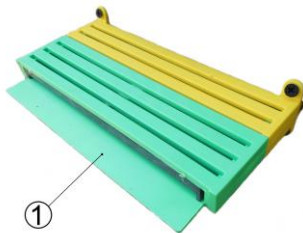

Рис. 1
1.1. Комбінована багатофункціональна ресурсозберігаюча льоткова приставка (ЛПРС-1) рис.1,2 призначена для поліпшення якісних і кількісних показників методів і засобів збереження та нарощування біологічного потенціалу бджолосімей та захисту їх медопродуктів на протязі виробничого циклу.
1. Роз'ємний корпус ЛПРС-1 – 1 шт. (рис. 1,2)